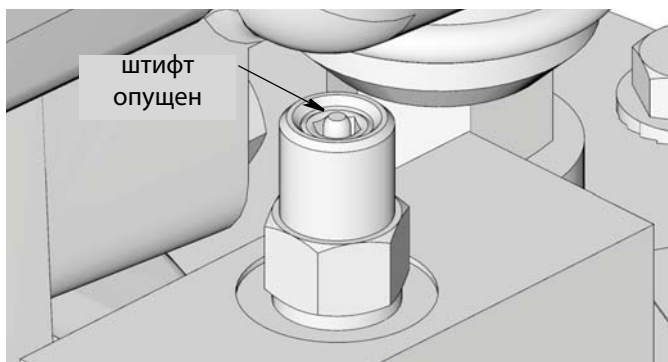

Рис. 17
2. Убедитесь, что штифт автоматического запорного устройства для заполнения (S) опущен в исходное положение (Рис. 17).